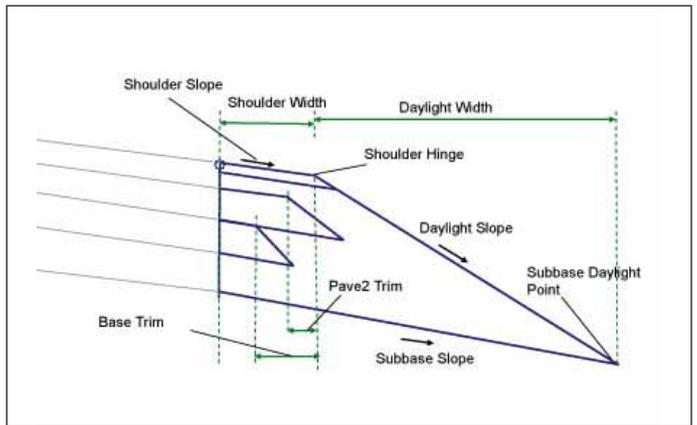

Рис. 29
- *ShoulderWithSubbaseInterlaced* – узел используется для вставки обочины со всеми слоями, включая основание, расширенной до точки выхода на существующую поверхность (рис. 29);